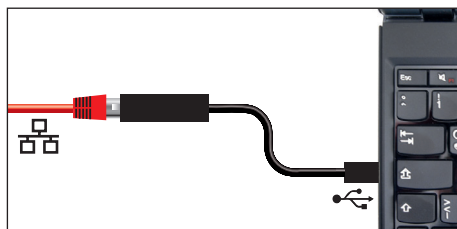

Рис. 7 Переходник USB-Ethernet
- ▶ Переходник USB - Ethernet (Рис. 7)